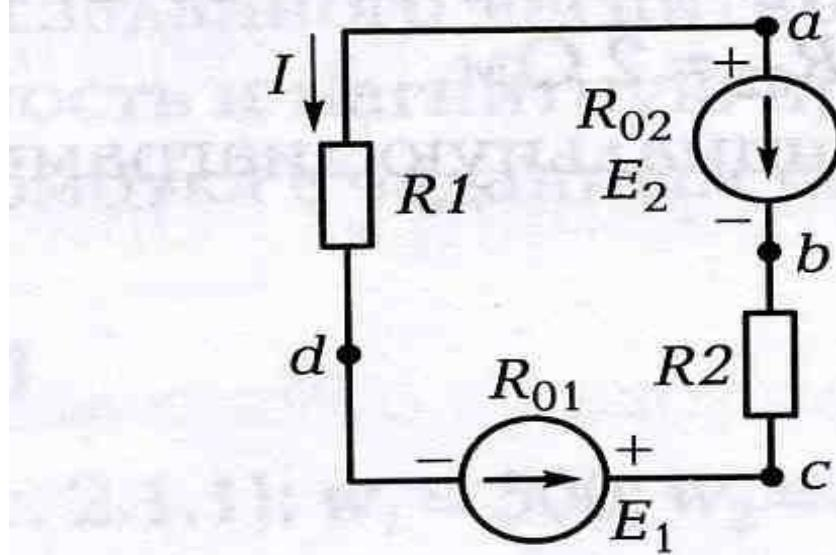

Рис. 1.4.2
Дано: схема (рис. 1.4.2); $\varphi_a = 0$ (B); $E_1 = 30$ В; $E_2 = 50$ В; $R_1 = 5$ Ом; $R_2 = 15$ Ом; $R_{01} = R_{02} = 2$ Ом.